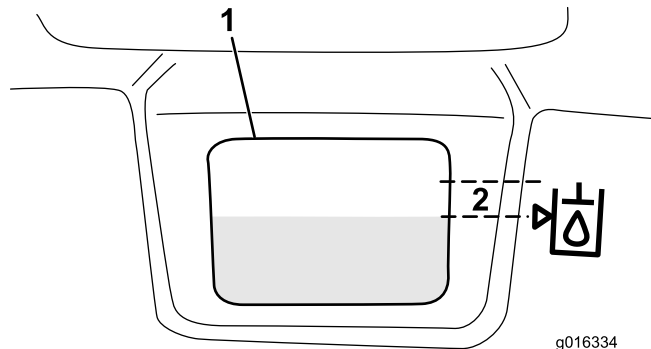

图31
- 将适当的液压油缓慢注入油箱，直至油位达到油箱前面白色窗口旁边符号箭头所指的 6mm 或以下位置（图31）。切勿过量添加。